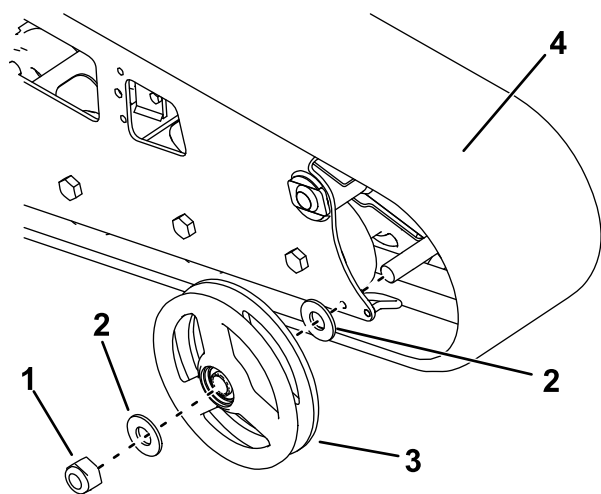

Figura 66
7. Togliete il dado di fissaggio della ruota anteriore esterna e rimuovete la ruota (Figura 66).
8. Togliete il cingolo (Figura 66).
9. Estraete le 2 rondelle grandi dalle ruote esterne, una per lato su ciascuna ruota (Figura 66).
12. Montate il nuovo cingolo (Figura 66).
13. Montate la ruota anteriore esterna e fissatela con il dado tolto in precedenza (Figura 66).